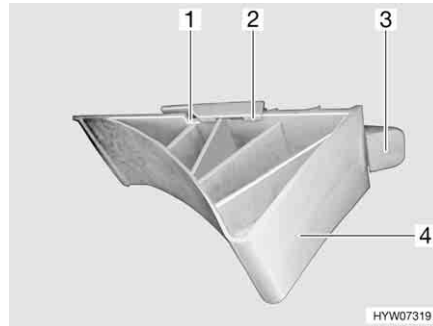

Fig. 7 Cuneo d'arresto
- Spingere il passante di sostegno (Fig. 7,3) verso l'alto.
- Tirare in avanti il cuneo d'arresto (Fig. 7,4) fino a che le fresature del cuneo d'arresto (Fig. 7,1) non coincidono con i naselli del supporto (Fig. 7,2).